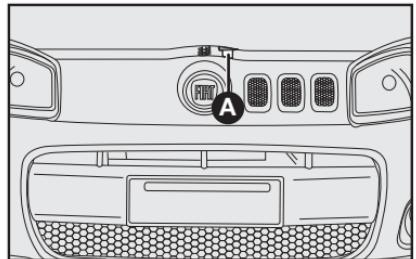

fig. 73
- 2) mover a trava localizada sob o capô para cima A-fig. 73.